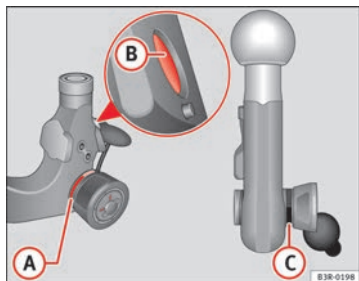

Abb. 158 Abnehmbare Anhängervorrichtung: Kugelstange
- Überprüfen Sie, ob sich die rote Markierung (A) ⇒ Abb. 158 am Handrad im Bereich der schwarzen Kennzeichnung an der Kugelstange befindet.
- Überprüfen Sie, ob der Verriegelungsbolzen (B) in den Bohrungen des Einsteckschaftes versenkt ist.
- Überprüfen Sie, ob das Handrad deutlich sichtbar von der Kugelstange absteht, so dass ein Spalt (C) zwischen Handrad und Kugelstange vorhanden ist.